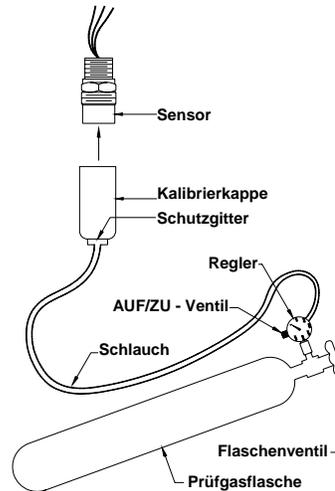

Abbildung 40 - tragbares Kalibriergerät
1. Stecken Sie die Kappe des tragbaren Kalibriergerätes über den Sensor (Abbildung 40) **HINWEIS:** Stecken Sie die Kappe erst über den Sensor, wenn das Display des Gerätes eine blinkende Null anzeigt.